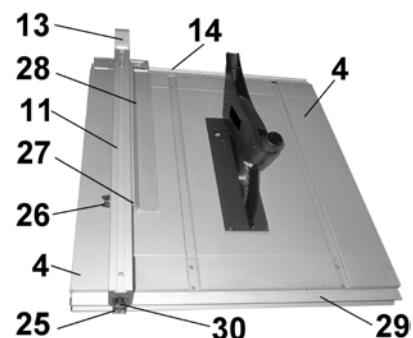

Рис. 8
8.11. Для выполнения продольного пиления в зависимости от размеров (высоты) заготовки, установите направляющую (28), закрепив последнюю к направляющей планке (11) тремя винтами (27) и гайками (26), Рис. 8.